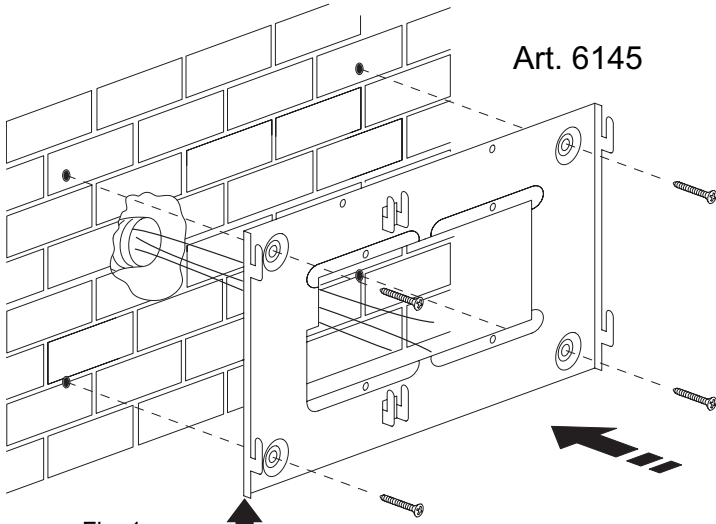

Fig. 1
- Fissare a parete la staffa art. 6145 ad un'altezza di circa 1,40 m dal pavimento (vedi fig. 1)
- Flush-mount bracket type 6145 at 1,40 m from the floor. (see Fig. 1).
- Der Halter Art. 6145 1,40 m Höhe vom Boden einmauern (siehe Abb. 1)
- Empotrar el soporte art. 6145 a una altura de cerca 1,40 m. del piso (ver Fig. 1).
- Embeber o suporte Art. 6145 a uma altura de 1,40 m do chao (ver Fig. 1).